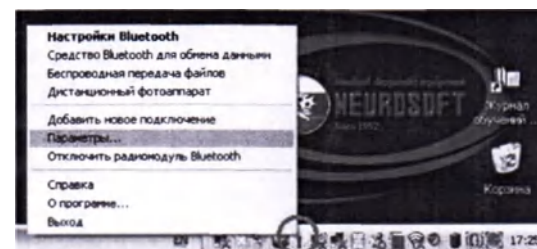

Рис. 3
- Измените уровень безопасности подключения Bluetooth, щелкнув правой кнопкой мышки по значку «Bluetooth», и выберите команду меню Параметры... (рис. 3).